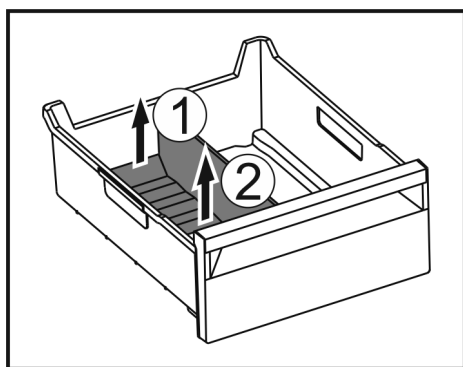

Fig. 170
- Dvignite zadnji del pregrade predala za led. Fig. 170 (1)
- Pregrado predala za led odstranite navzgor. Fig. 170 (2)